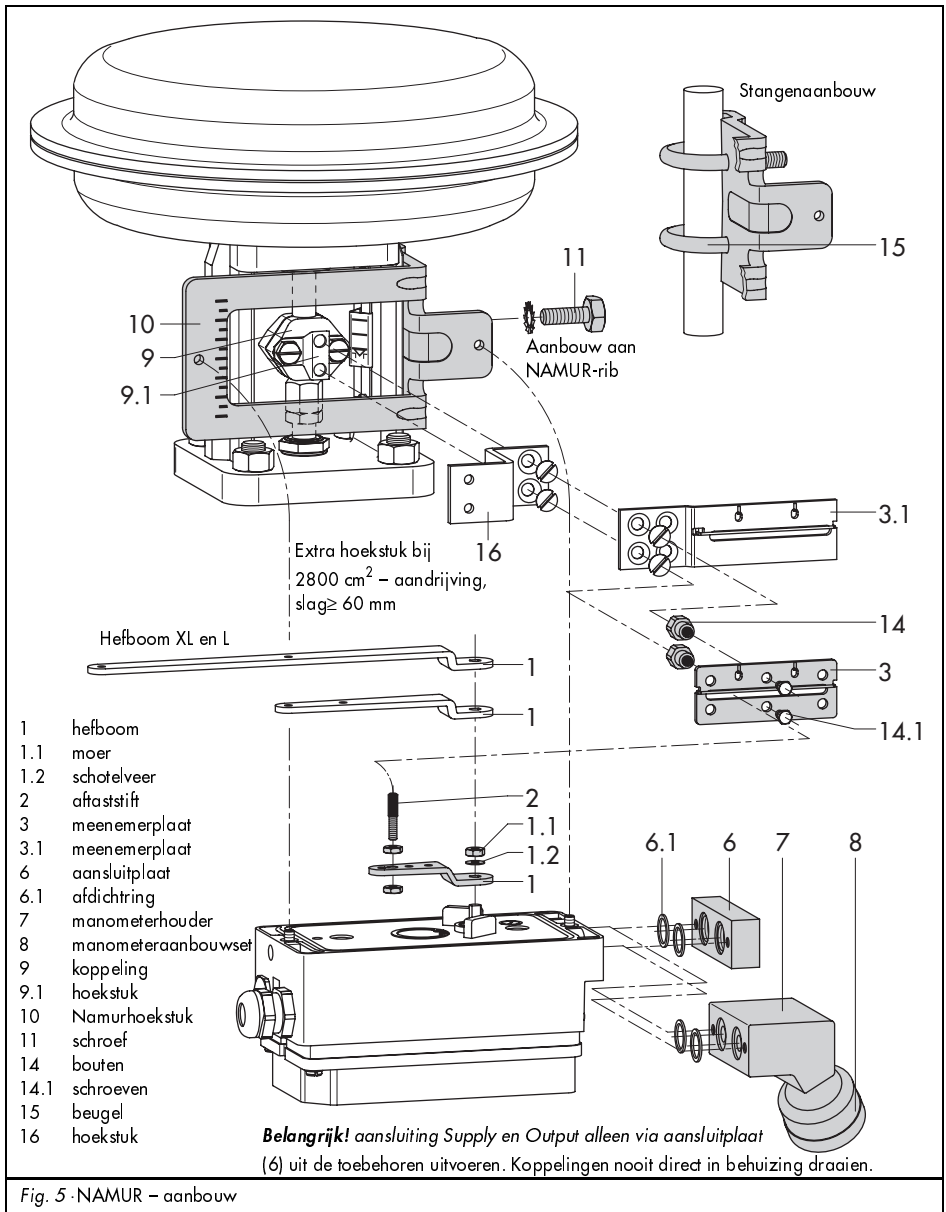

Fig. 5 · NAMUR – aanbouw
Voor de pneumatische aansluiting moet afhankelijk van de gekozen toebehoren een aansluitplaat (6) of een manometerhouder (7) op het huis worden geschroefd. Let daarbij op de juiste positie van de afdichtingsringen (6.1, zie fig. 5, rechtsonder).